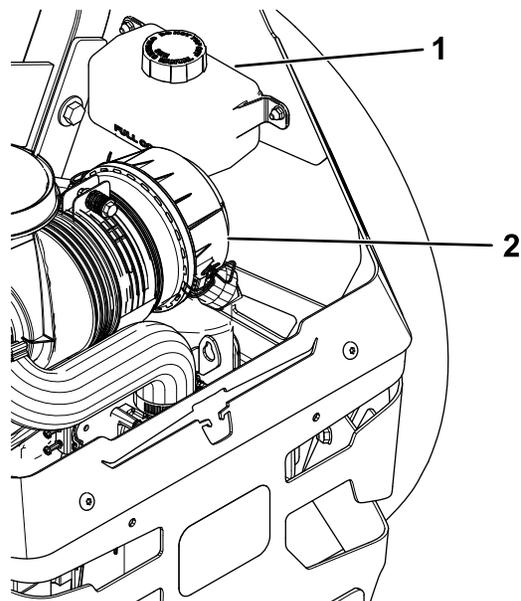

Рисунок 71
2. Проверьте уровень по расширительному бачку и при необходимости долейте гидравлическую жидкость Togo® HYPR-OIL™ 500 до линии FULL COLD (ПОЛНЫЙ В ХОЛОДНОМ СОСТОЯНИИ) (Рисунок 71).